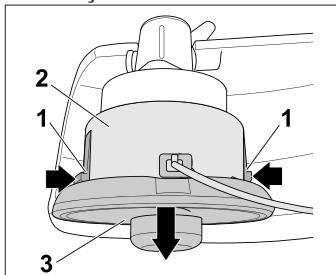

Fig. 12
- Pressionar ambas as travas (1), [Fig. 12], do carretel (2) e retire a bobina de fio e a tampa (3).
- Pressionar ambas as travas de retenção (1), [Fig. 12, pág. 13] da caixa da bobina (2) e retirar a bobina com a respectiva tampa (3).